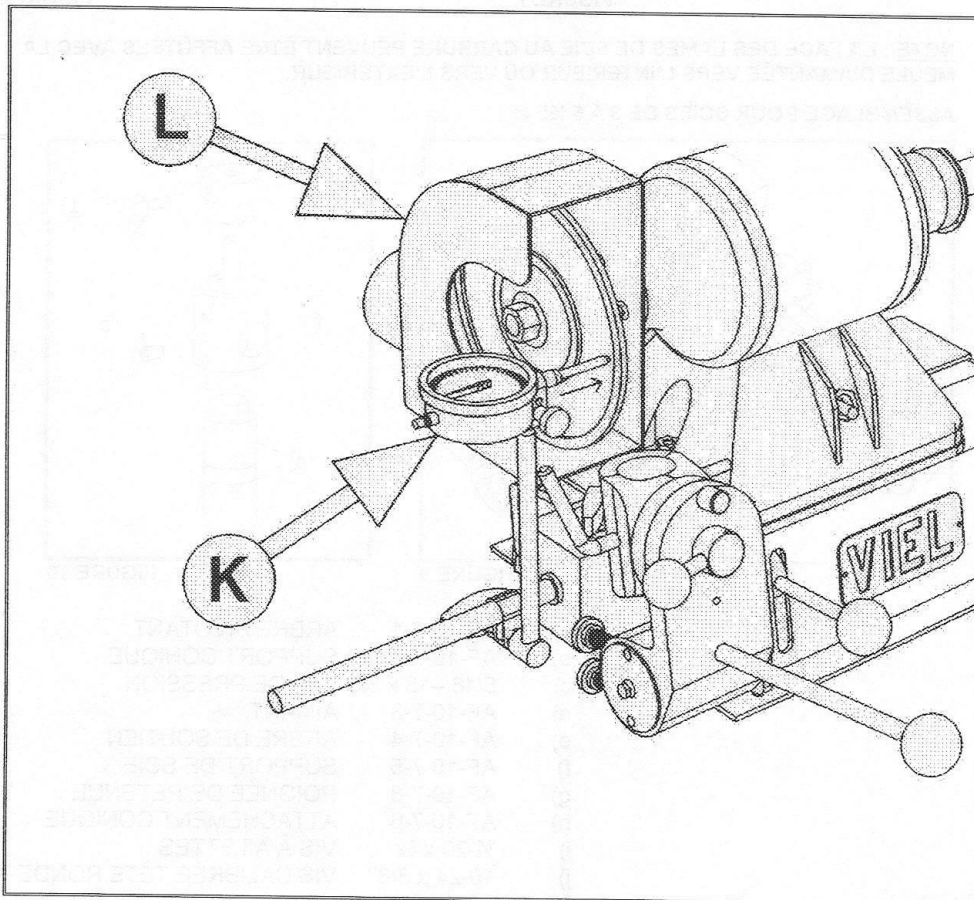

FIGURE 6
- 1) Utiliser la clé hexagonale afin d'escamoter les vis de pression qui dépassent la surface extérieure du disque (C).
- 2) Fixer un indicateur à cadran avec base magnétique (K) sur la base de la machine. Ajuster l'indicateur afin de mesurer le vacillement (wobble) de la meule (Fig.6).